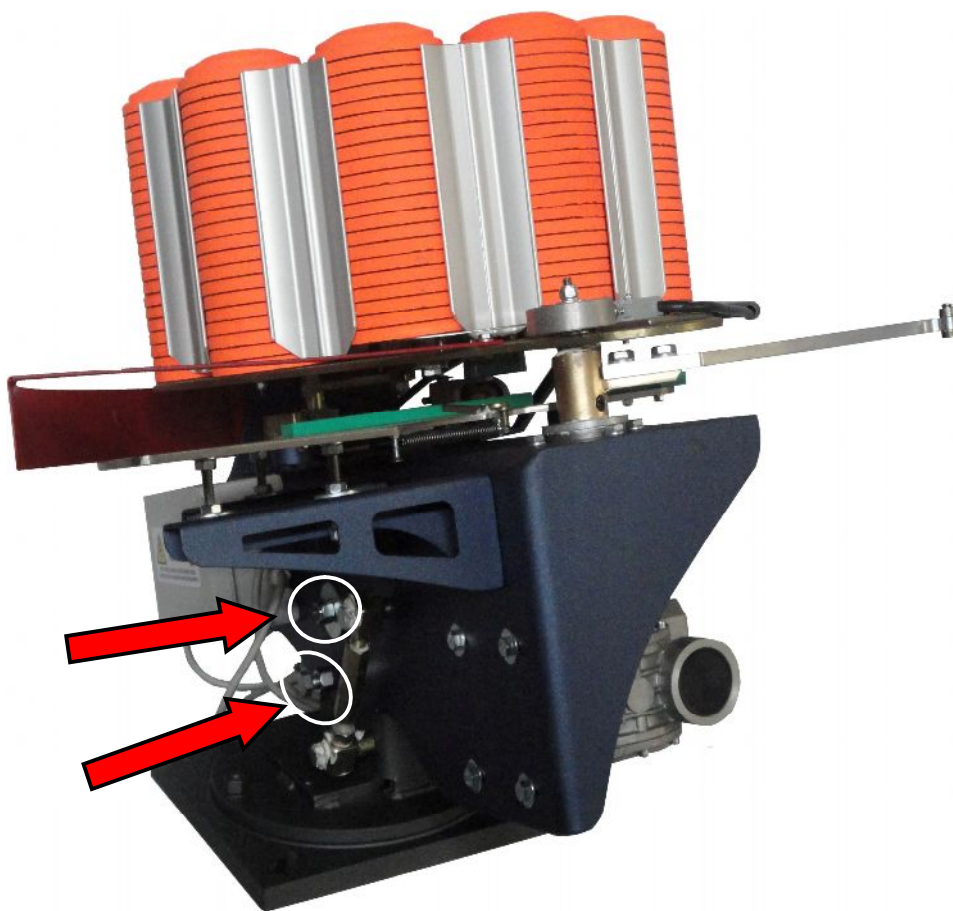

Fig.8
Per vari motivi l'asse del piattello, durante la traiettoria, potrebbe non essere perpendicolare al piano orizzontale (A) .Per correggere tale inconveniente la macchina in fig.8 è dotata di un sistema di regolazione. Allentare il dado ed il bullone indicati in fig. 8 ed inclinare dell'angolo richiesto la macchina verso la direzione desiderata, ovvero nel caso di un lancio con piattello inclinato verso sinistra, inclinare verso destra e viceversa.